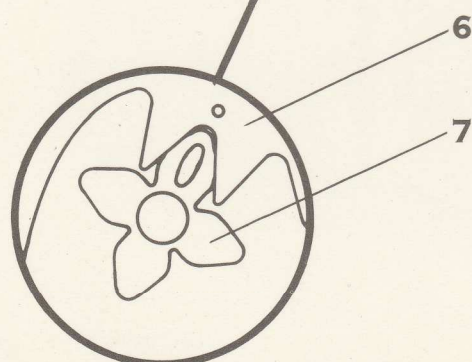

FIG. 10.3
dass die Scheibe E0-48 (pos. 2) sich an der Achse des Treibarmes zwischen der rechten Seite des äusseren Gehäuses (pos. 4) und dem eigentlichen Treibarm (pos. 3) befindet, dass das Kupplungssegment 2E8 (pos. 6) in richtigem Eingriff mit der Kupplungstrommel E0-62 (pos. 7) steht. Siehe Fig. 10.3.